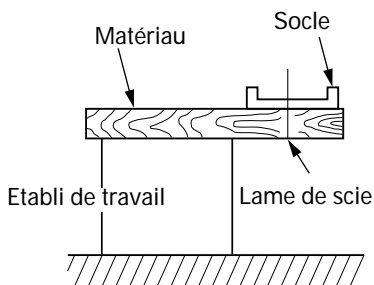

Fig. 2
6. Préparer un établi de travail en bois (Fig. 2).